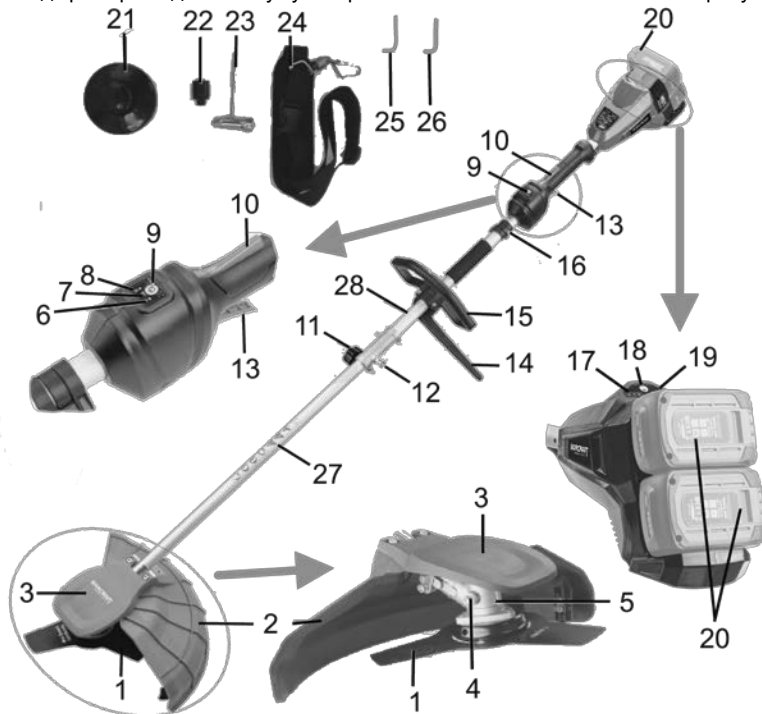

Рисунок 1
3.2.1 Прикладіть кронштейн нижньої частини штанги (28, рисунок 1) до основного захисного кожуха (2, рисунок 1), сумістивши дві пари відповідних отворів між собою.
3.2.2 Прикладіть верхній захисний кожух (3, рисунок 1) зверху до кронштейна штанги, також поєднавши відповідні отвори та вставте в них два болти з комплекту постачання.
3.3.1 Зніміть гумовий захисний ковпачок (22, рисунок 1) з нижньої частини штанги.
3.3.2 Витягніть стопорний штифт (12, рисунок 1) з'єднувального вузла на верхній частині штанги, потім поверніть його проти годинникової стрілки та відпустіть, щоб він залишився витягнутим.
3.3.3 Вставте кінець нижньої частини штанги в отвір з'єднувального вузла верхньої частини штанги, поєднавши відповідний отвір з віссю стопорного штифта. Після цього поверніть стопорний штифт (12, рисунок 1) за годинниковою стрілкою й відпустіть його. Якщо стопорний штифт не зафіксувався в отворі, злегка повертайте/переміщуйте нижню частину штанги, поки стопорний штифт не зафіксується в отворі.
3.3.4 Затягніть гвинт фіксації (11, рисунок 1), щоб зафіксувати з'єднання двох частин штанги.
3.5.6 Заблокувавши вал, за допомогою Т-образного торцевого ключа (23, рисунок 1) затягніть затиску гайку проти годинникової стрілки для надійної фіксації ножа.